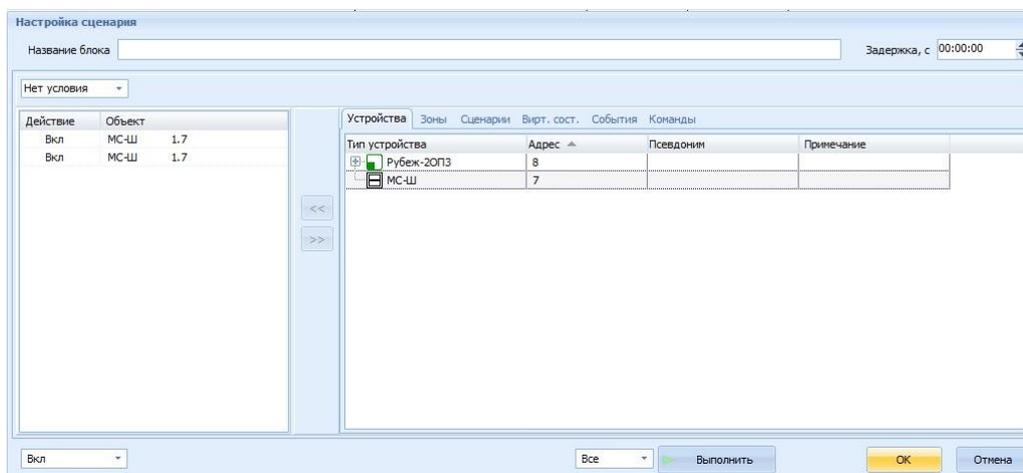

Рис. 23 Окно **Настройка сценария**
2. В сценарий добавить исполнительный блок, в окне **Настройка сценария** перенести МС-Ш в левое поле (переносим столько раз, сколько направлений необходимо запустить) (Рис. 23).